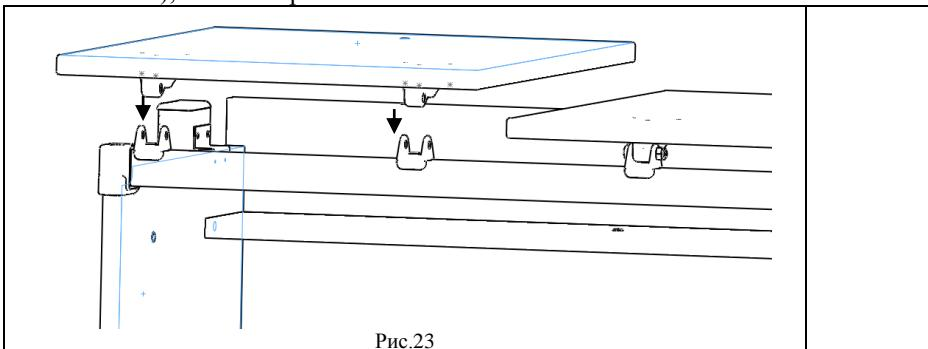

Рис.23
5.4.2. На сборку, по п.5.4.1, положить сверху сборку по п. 5.3.2, так, чтобы выступы верхних частей шарниров входили в пазы нижних частей шарниров, а оси отверстий совпадали, см. рис.23. В отверстия шарниров вставить винты M6x32 (поз.6, пакет № 107) и навернуть гайки самоконтрящиеся M6 (поз.3, пакет № 107), согласно рис 23а.
Рис.23а